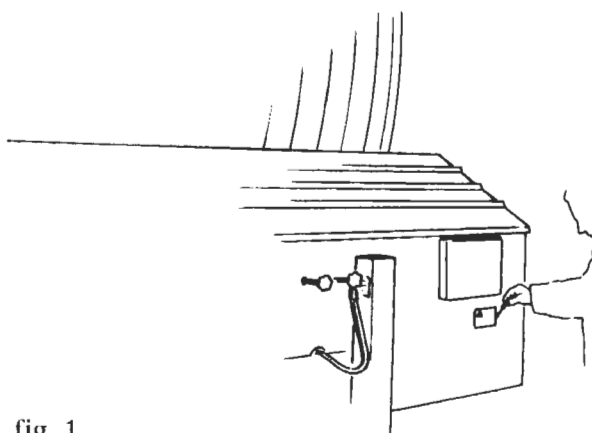

fig. 1
2) Controllare che il sistema di sgancio sia ben regolato. Posizionare il cricchetto in folle 0 (fig.1) quindi spingere manualmente sulla barra di disinnesto automatico (fig.2) e assicurarsi che la marcia
2) Check that the automatic disengaging system at the end of the stroke is adjusted properly by putting the backstop in the idle position 0 (fig.1) and pushing manually on the automatic disengaging bar (fig.2)